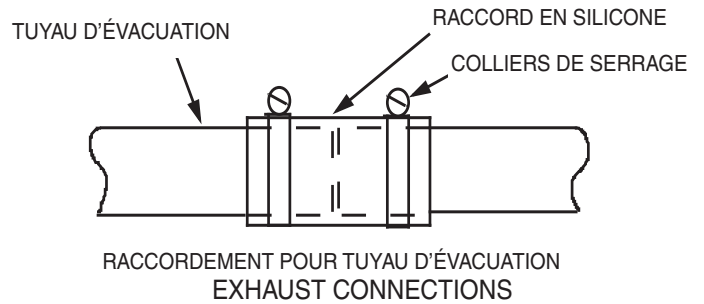

Figure 5
1. Le raccord en silicone est utilisé pour raccorder deux parties du tuyau d'évacuation. Utiliser deux colliers de serrage pour faire le raccord. Voir les Figure 5.